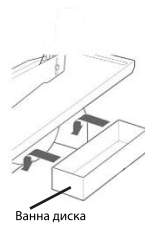

Рисунок 5. Схема встановлення ванни з водою.
5.1.2.4 Встановлення ванни для води (Рис. 5).